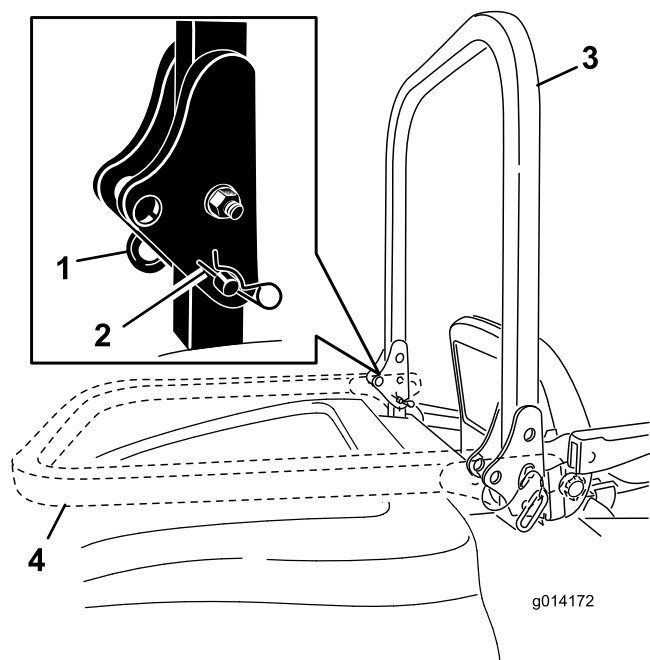

Рисунок 10
1. Чтобы опустить защитную дугу, извлеките U-образные шпильки, нажмите на защитную дугу вперед, преодолевая усилие пружины, и извлеките два пальца (Рисунок 10).
- Опустите защитную дугу в нижнее положение (Рисунок 10).
- Вставьте два пальца и закрепите их U-образными шпильками (Рисунок 10).
- Чтобы поднять защитную дугу, извлеките U-образные шпильки и выньте два пальца (Рисунок 10).
- Поднимите защитную дугу в вертикальное положение, вставьте два пальца и закрепите их U-образными шпильками (Рисунок 10).